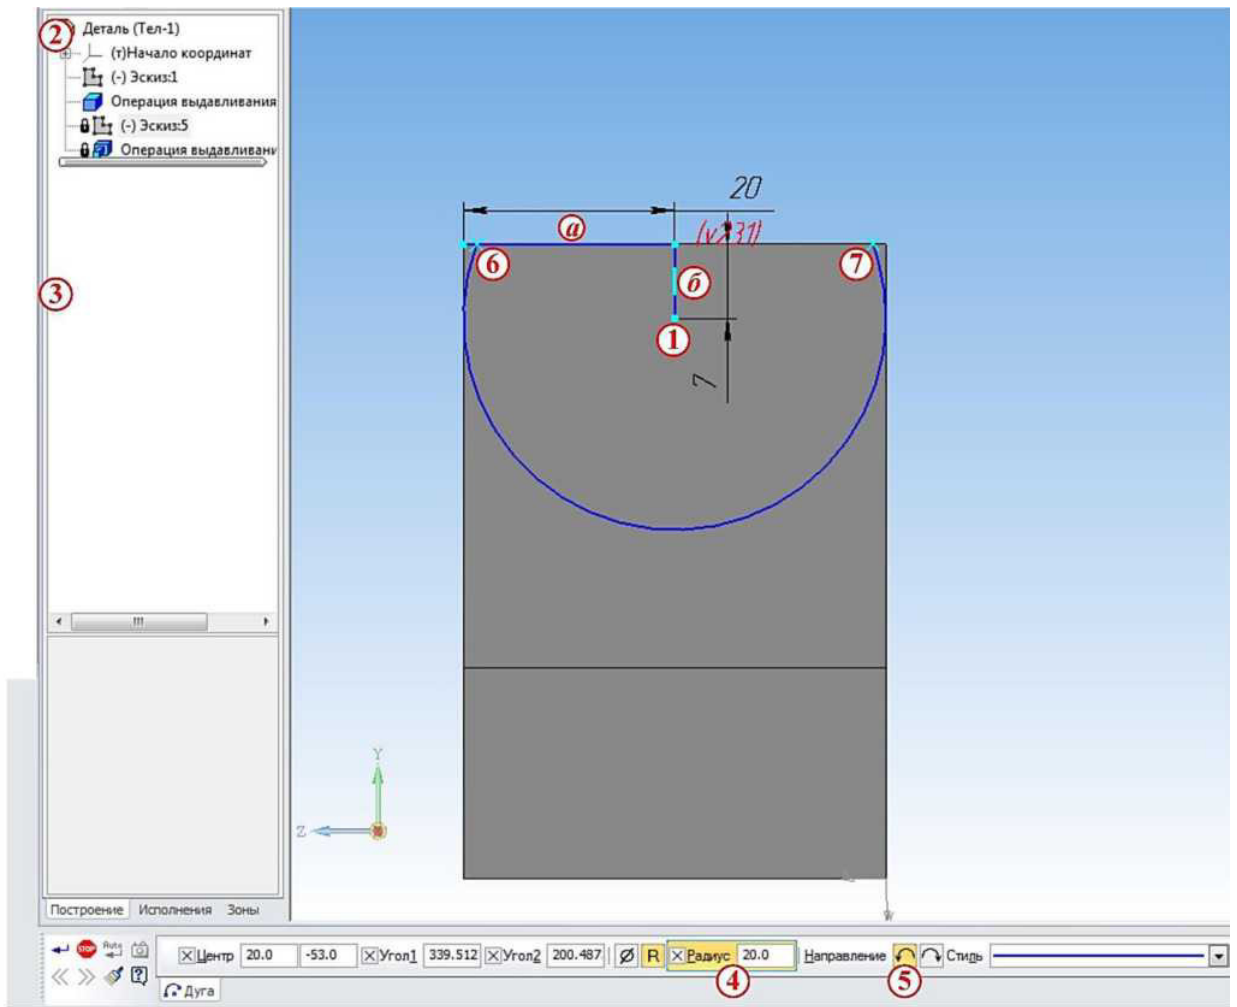

Рисунок 3.
- указателем мыши выбираем центр бобышки **1** и на верхней грани уголка выбираем точки **6** и **7**, рисунок 3;